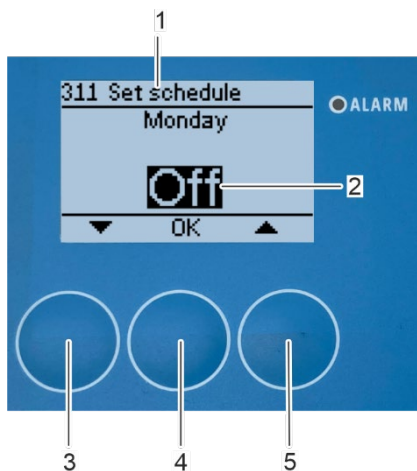

Abbildung 154: Wählen Sie die Tage für eine automatische Reinigung aus
⇒ Das Untermenü „311 Einrichtung des Planers“ erscheint auf dem Bildschirm (Abbildung 154/1).
5. Drücken Sie die Pfeiltaste [nach oben] (Abbildung 154/5) an den Tagen, an denen das Rotorreinigungsgerät eine automatische Reinigung durchführen soll.
Wenn das Rotorreinigungsgerät an dem gewählten Tag keine automatische Reinigung durchführen soll, bestätigen Sie die Auswahl [Aus] (Abbildung 154/2) mit [OK] (Abbildung 154/4). Der Planer wechselt zum nächsten Wochentag.